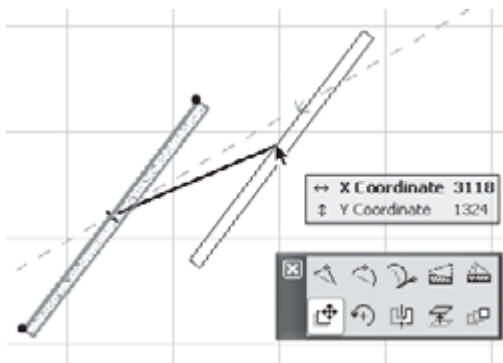

Рис. 5.11. Перемещение стены
**Drag (Перемещение).** Данная операция применяется для перемещения стены на другое место. После щелчка на этой кнопке необходимо указать точку перемещения. Стена изменит свое положение в соответствии с указанной точкой (рис. 5.11).